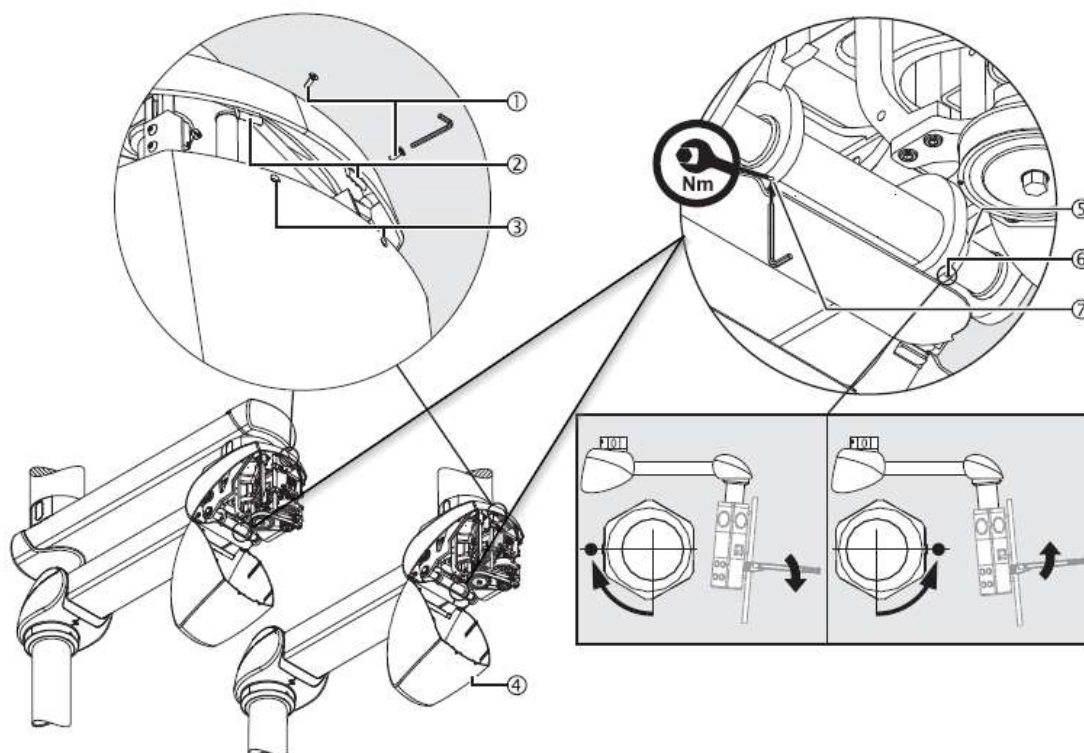

Fig.75 Reglarea capacității de încărcare a brațului motor și închiderea capacului inferior din spate
- Slăbiți șurubul M4 (7) – DIN 914 folosind cheia Allen.
- Puneți cheia engleză pe șurubul hexagonal (5).
- Șurubul indicator (6) este orientat în jos (nu slăbiți acest șurub).
- Pentru a coborî tava din exemplul din figura 61, rotiți șurubul hexagonal (5) astfel încât șurubul indicator (6) să fie orientat în față (spre dvs.). A se vedea Fig. 75 Vedere detaliată, partea dreaptă jos.
- Pentru a ridica tava din exemplul din figura 57, rotiți șurubul hexagonal (5) astfel încât șurubul indicator (6) să fie orientat spre spate (departe de dvs.). A se vedea Fig. 75 Vedere detaliată, partea dreaptă jos.
- Strângeți șurubul de fixare M4 (7) – DIN 914.